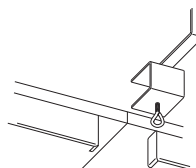

Figura 8
4. Asegure los postes al centro de la mesa y deslice la red sobre ellos. Ver figura 8.